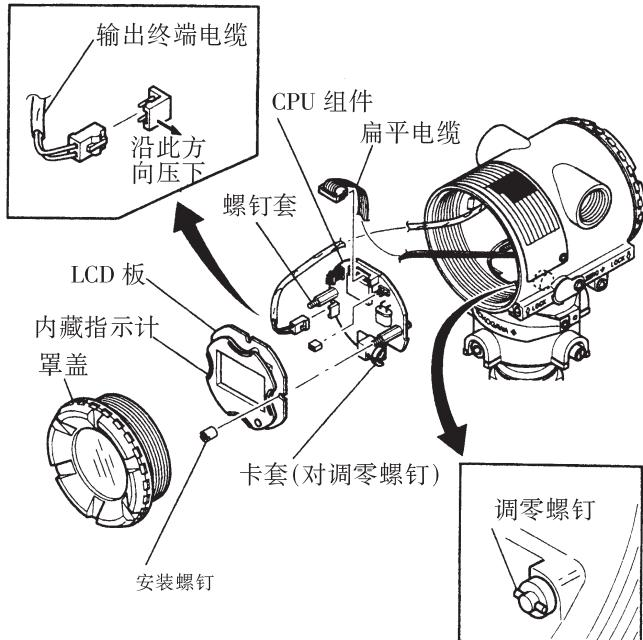

图 9.4.1 LCD 板与 CPU 组件的拆卸与安装
本节讲解内藏指示计替换方法, (见图 9.4.1) 替换时请采取防静电措施。
■本节介绍 CPU 组件替换步骤(见图 9.4.1) 替换时请采取防静电措施。
①旋出罩盖。
②调节调零螺钉, 直至螺钉头的槽孔位于垂直位置, 如图 9.4.1 所示。
③拔出输出终端电缆(尾端接棕色端子)。操作时, 轻轻按住 CPU 组件上的插座, 拔出电缆, 使其脱离。
④用套筒螺丝刀(对边长 5.5mm)松开两颗螺钉套。
⑤沿直线取出 CPU 组件。
⑥拔下连接 CPU 组件与膜盒的扁平电缆,(尾端接黑色端子)。